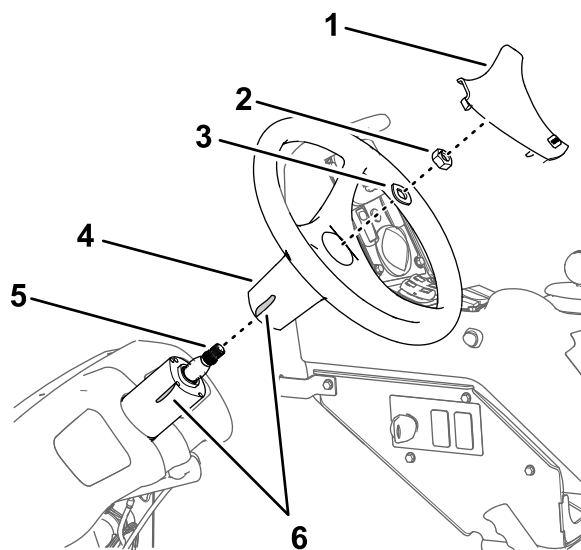

Figura 161
2. Rimuovete il coperchio dal volante (Figura 161).
3. Rimuovete il dado (5/8") e la rondella (5/8") che fissano il volante alla valvola di sterzo e rimuovete il volante (Figura 161).
1. Segnate la posizione del volante sulla valvola di sterzo con un pezzo di nastro adesivo (Figura 161).